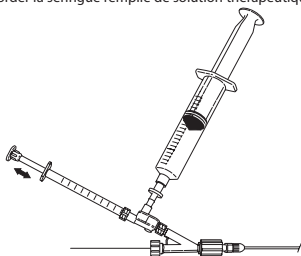

Fig. 8
10. Pour administrer la solution, aspirer la dose souhaitée dans la seringue de 1 mL et injecter. Recharger la seringue de 1 mL et répéter la technique d'injection selon les besoins. (Fig. 8)